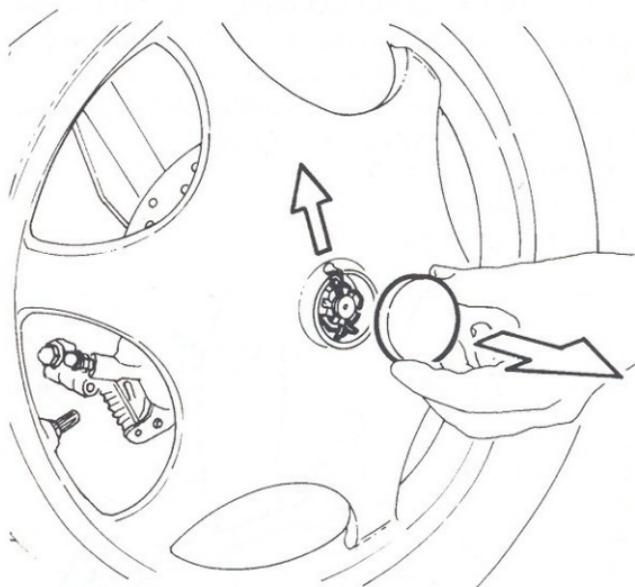

Fig. 18 (rimozione ruota anteriore)
- estrarre il coperchietto in plastica al centro del cerchio (Fig.18);
- mettere in corrispondenza lo scasso sul cerchio con la testa della copiglia, successivamente procedere alla sua estrazione (Fig.18);